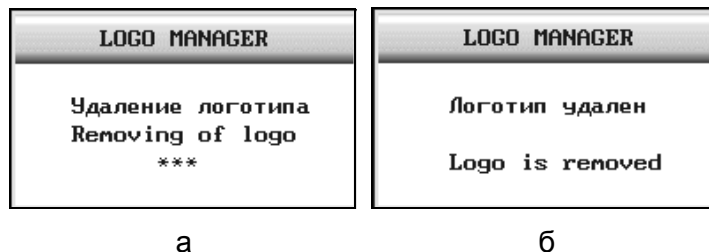

Рисунок 8.10
*Вставить карту в держатель. Включить питание станка. Дождаться окончания работы менеджера заставки, рисунок 8.10.*